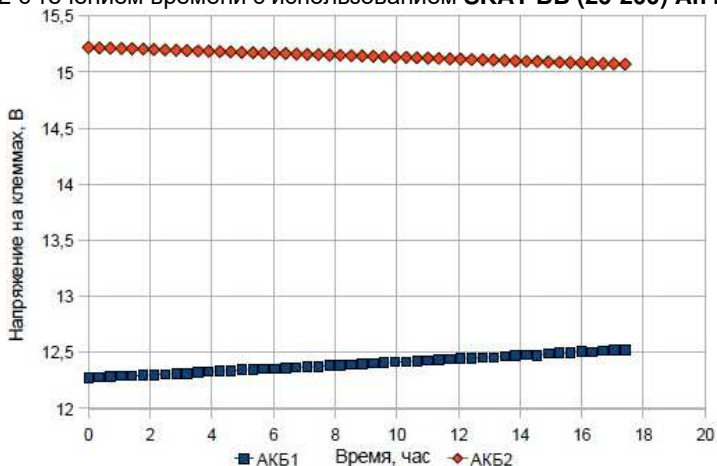

Рисунок 2 – Зависимость напряжения на клеммах АКБ1 и АКБ2 от времени без **SKAT BB (26-200)Ah**.
- Продление срока службы АКБ за счет автоматического выравнивания (балансировки) напряжения на клеммах АКБ (см. рис.2 и 3)